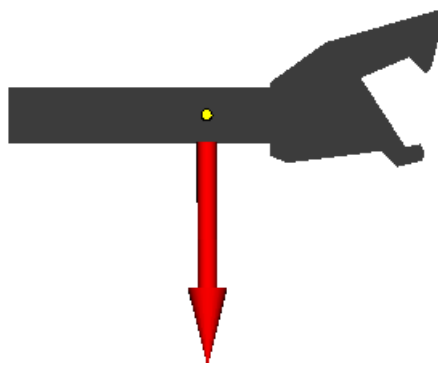

Рис. 1.15. Контактный элемент Lateral gap F
- *Lateral gap F (R)* – контактная сила типа “точки-плоскость” ограничивает перемещение средней части корпуса по горизонтали (а также поворот вокруг вертикальной оси совместно с другими силовыми элементами) с зазором на сторону $gap_y = 0.05$ м, рис. 1.15.